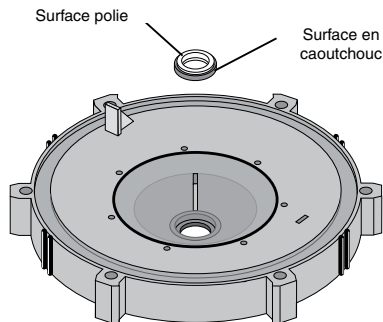

Figure 6
1. Le siège en céramique doit être propre et débarrassé de toute la saleté, graisse et poussière, etc. Humecter le bord extérieur du siège avec un peu de détergent liquide; pousser fermement avec les doigts le siège en céramique dans la cavité de la plaque d'étanchéité et le faire reposer d'équerre (se reporter à la Figure 6).